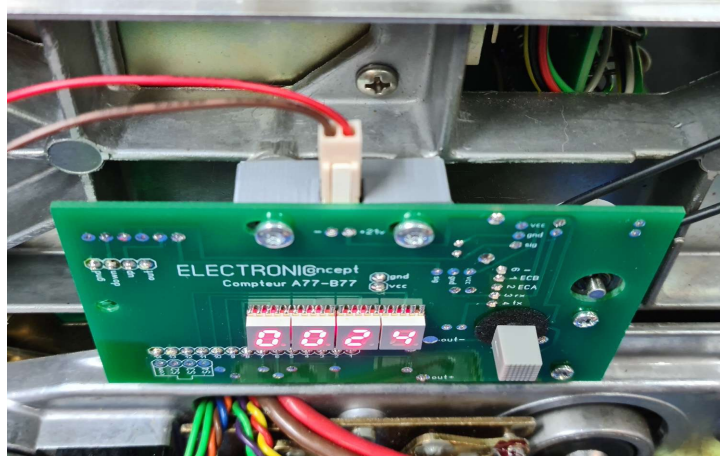

Figure 1
- Démonter le compteur mécanique et installer les entretoises comme sur (Figure 1)
- Demontieren Sie das mechanische Messgerät und installieren Sie die Abstandshalter wie in (Abbildung 1) dargestellt